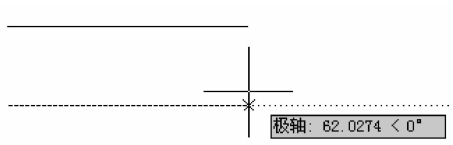

图 4-7 下对正
③下(B):表示在光标上方绘制多线,因此,在指定点处将出现具有最大负偏移值的直线,如图 4-7 所示。